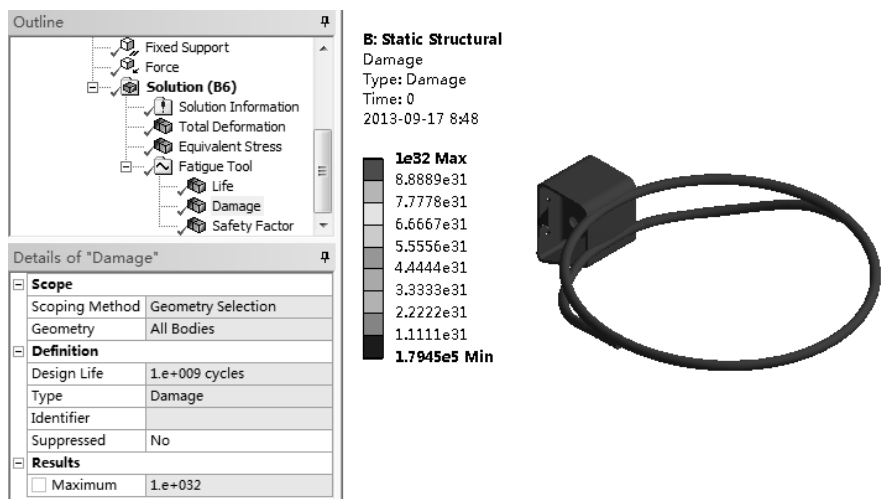

图 7-40 损伤云图
3) 损伤云图。在【Outline (分析树)】中选择【Solution (B6)】节点，单击其下的【Damage】项，在图形窗口显示出损伤云图，如图 7-40 所示。